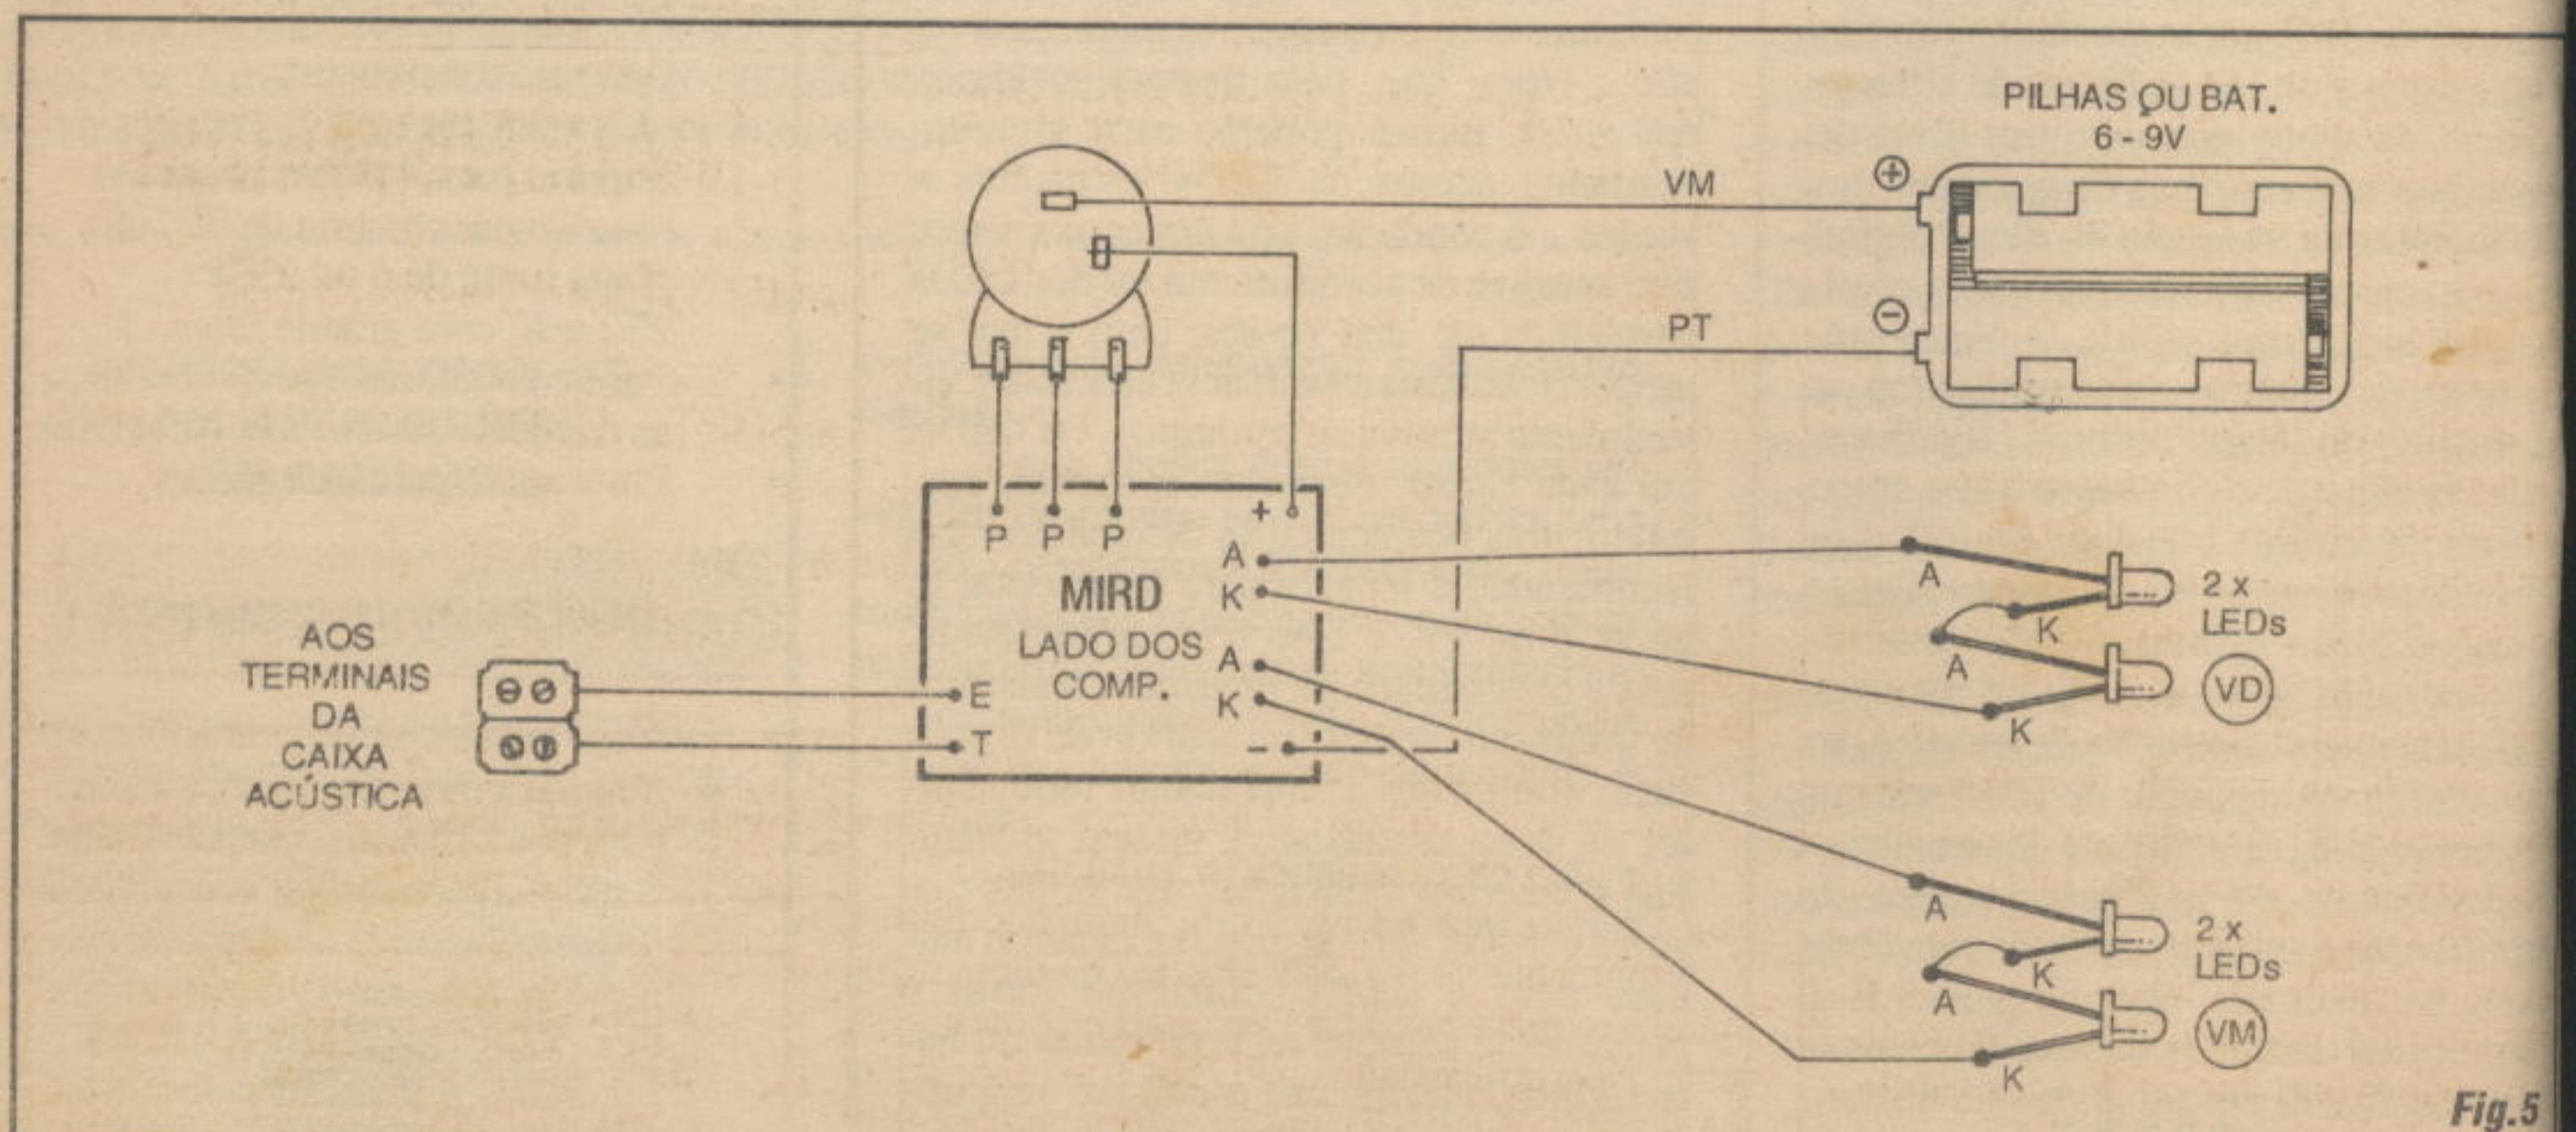

Fig.5
- FIG. 5 - CONEXÕES EXTERNAS À PLACA - Com a placa ainda vista pela sua face sem cobre (os componentes que repousam sobre a placa - ver figura anterior - foram propositalmente invisibilizados para não atrapalhar o entendimento dos alunos...), vemos agora as ligações externas... Atenção à polaridade da alimentação, com o fio vermelho do suporte de pilhas (ou clip da bateria...) correspondendo ao positivo e fio preto ao negativo... Notar ainda que o interruptor incorporado ao potenciômetro, tem seus terminais intercalados no caminho do positivo da alimentação (fio vermelho, portanto...). Pontos muito importantes: as conexões aos LEDs, que devem ter seus terminais cuidadosa e pre-